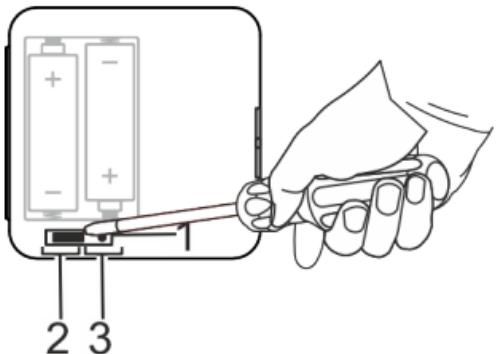

Fig. 7: Levantar el puente de cortocircuito
2. Levante el puente de cortocircuito (Fig. 7/1) de la tapa de la carcasa con un destornillador plano.
3. Coloque el puente de cortocircuito (Fig. 7/1) en la posición de PID (Fig. 7/3).